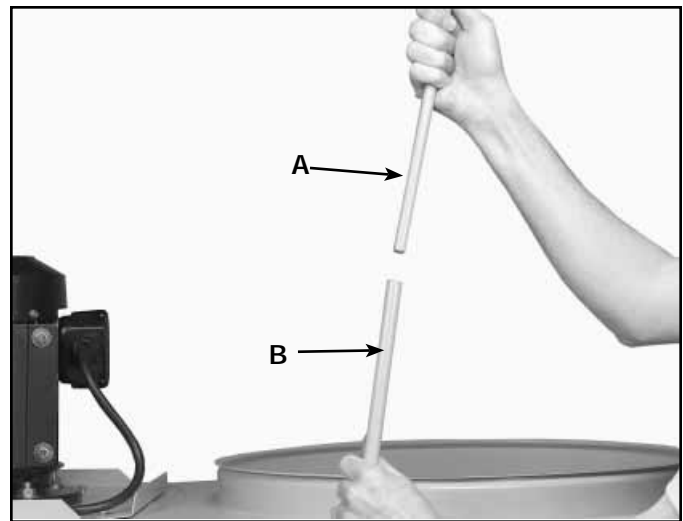

Fig. 11
1. Assembler les tiges de suspension des sacs supérieur (A) et inférieur (B) comme indiqué à la figure 11.